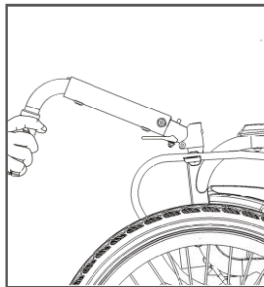
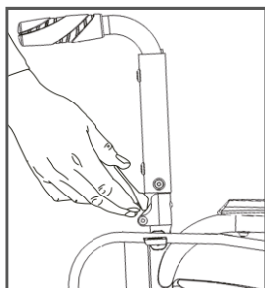

Figura 7
Figura 8
- Uso del meccanismo di ripiegamento dello schienale: tenga la maniglia con entrambe le mani, sollevi il tubo dello schienale in senso orario fino a quando il perno di espulsione del dispositivo di ripiegamento dello schienale scatta nel foro del perno di espulsione, si veda la Figura 7; imballaggio: premere la fibbia del dispositivo di ripiegamento dello schienale con le dita, tenere il dispositivo di ripiegamento dello schienale con entrambe le mani. La ripieghi in senso antiorario, dopo aver verificato che il perno di espulsione sia uscito dal foro del perno di espulsione, si veda la Figura 8.